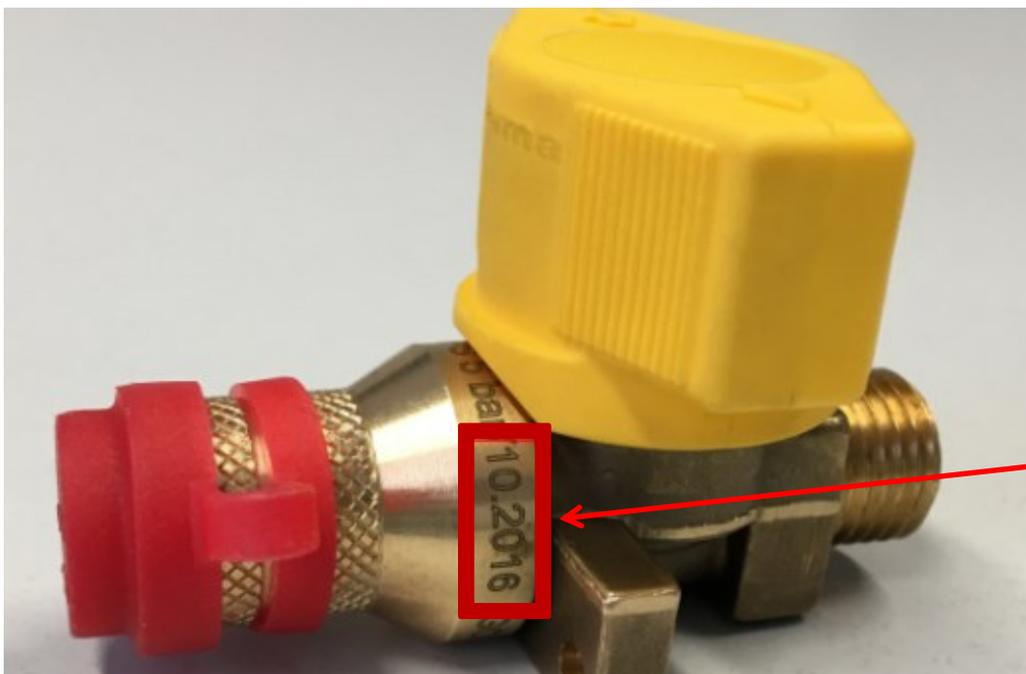

Bild1
- **Überprüfen Sie die Codierung unterhalb der gelben Griffkappe (Bild 1 unten). Dafür müssen Sie gegebenenfalls den Ring drehen, um die Codierung ablesen zu können. Achten Sie darauf, dass während der Überprüfung keine Zündquellen in der Nähe sind.**